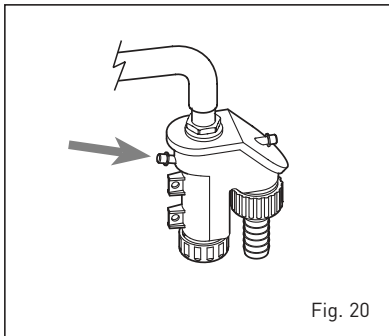

Fig. 20
4.5 MANUTENZIONE (fig. 20)
Durante le operazioni di manutenzione è inoltre necessario che il Servizio Tecnico Autorizzato controlli che il gocciolatoio sifonato sia pieno d'acqua (verifica necessaria soprattutto quando il generatore rimane inutilizzato per un lungo periodo). L'eventuale riempimento si effettua dall'apposito imbocco (fig. 20).